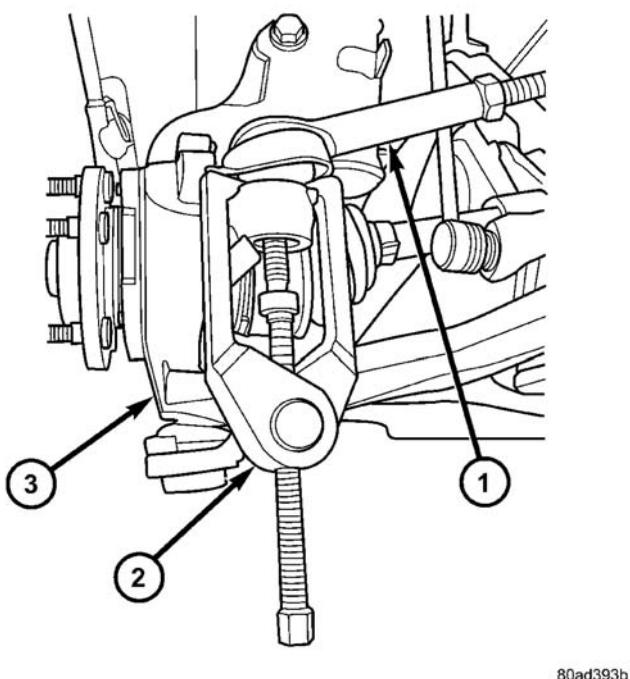

图 12 用工具 C-3894-A 拆卸转向横拉杆
(7) 用拆卸器 (专用工具 C-3894-A) 从转向节上卸下转向横拉杆端头 (图 12)。